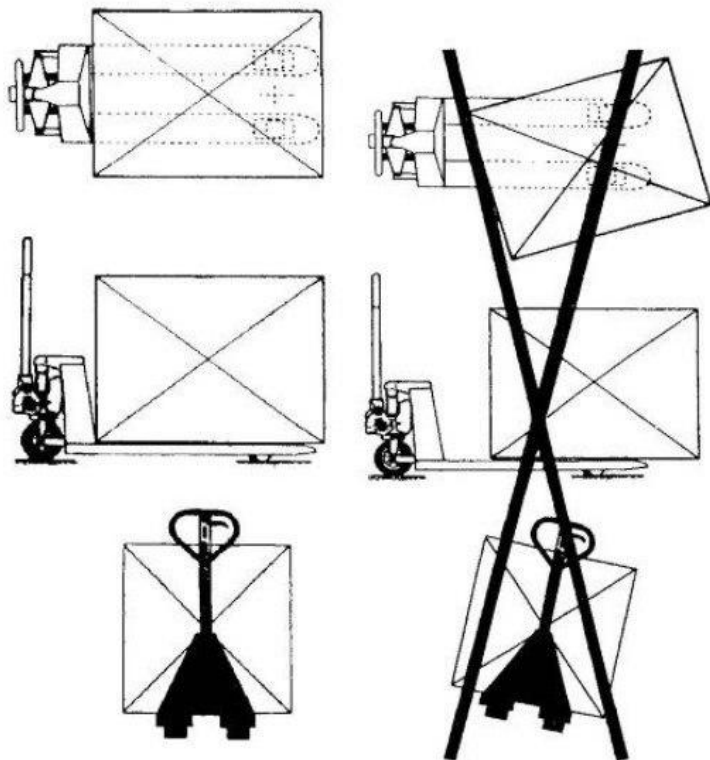

рис. 6
5.2 Пример загрузки груза показан на рис. 6.